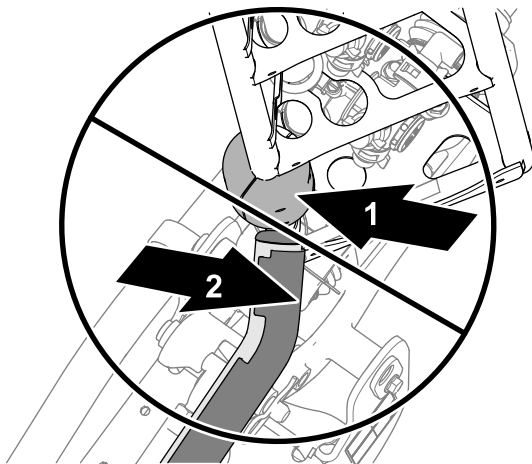
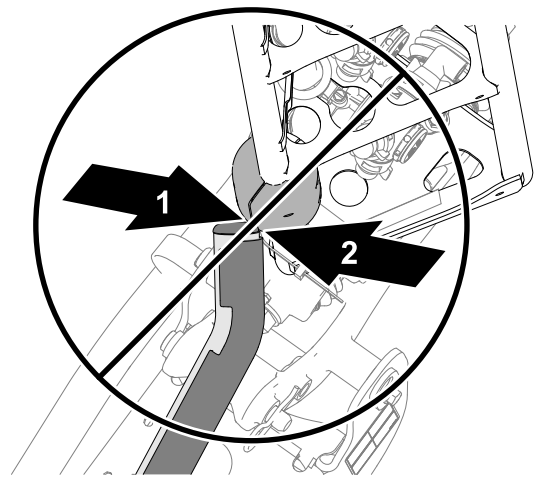
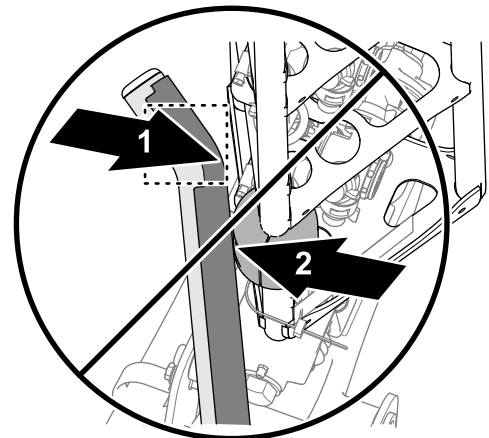

Bild 6
Bild 7
Bild 8
5. Wenn eines der oberen Gabelrohre nicht richtig mit dem Schiebepblock ausgerichtet ist, wie in Bild 6, Bild 7 oder Bild 8 dargestellt, stellen Sie die Position der Gabel ein, siehe Ausrichten der Gabeln an den äußeren Auslegern (Seite 85).